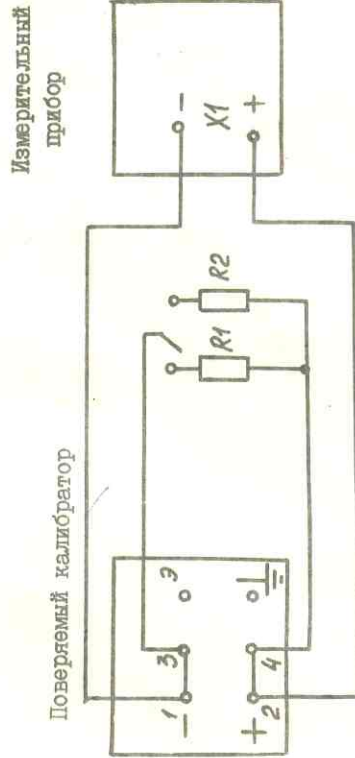

Рис. 7
4.3.6.3. Определите дополнительную погрешность выходного калиброванного напряжения при изменении нагрузки по схеме рис. 7 в соответствии с табл. I3.